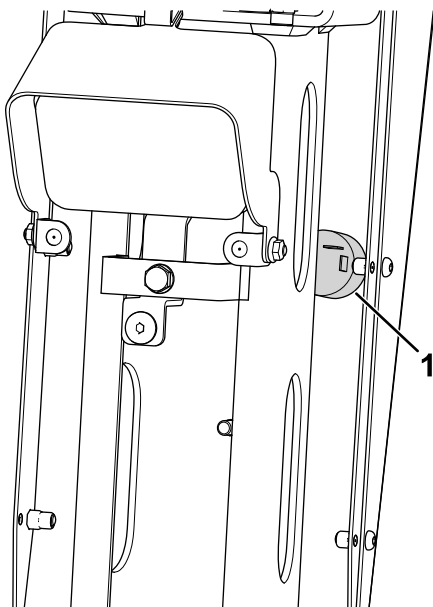

Figura 16
5. Remova o tampão e instale o alarme no painel traseiro da coluna da direção (Figura 16).